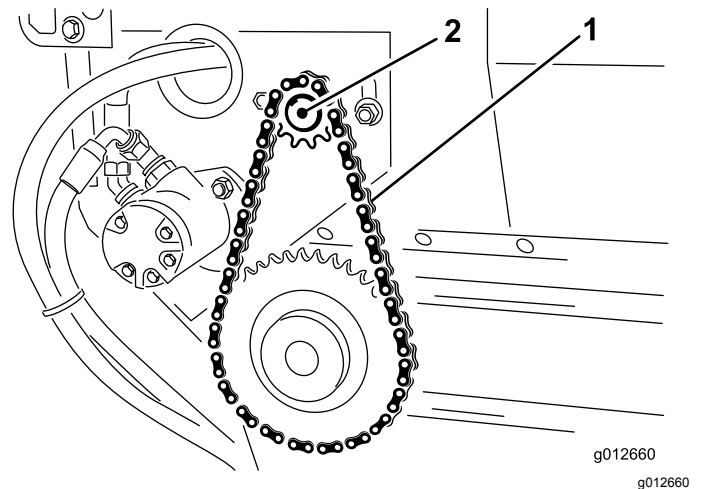

Figura 19
3. Allentate i bulloni e i dadi che fissano il gruppo ruota dentata e motore al telaio principale (Figura 19).
4. Ruotate il gruppo motore e ruota dentata (Figura 19) nelle scanalature di montaggio sinché la catena del nastro trasportatore non si flette di 3,2 mm.
5. Serrate i bulloni di fissaggio (Figura 19).